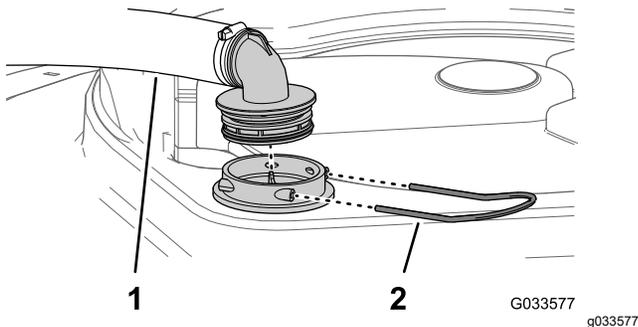

図 28
2. タンク上部で、フィルタハウジングからの太いホースについているフィッティングを固定しているリテーナを外す 図 28。
3. フィルタハウジングからホースとフィッティングを取り外す 図 28。